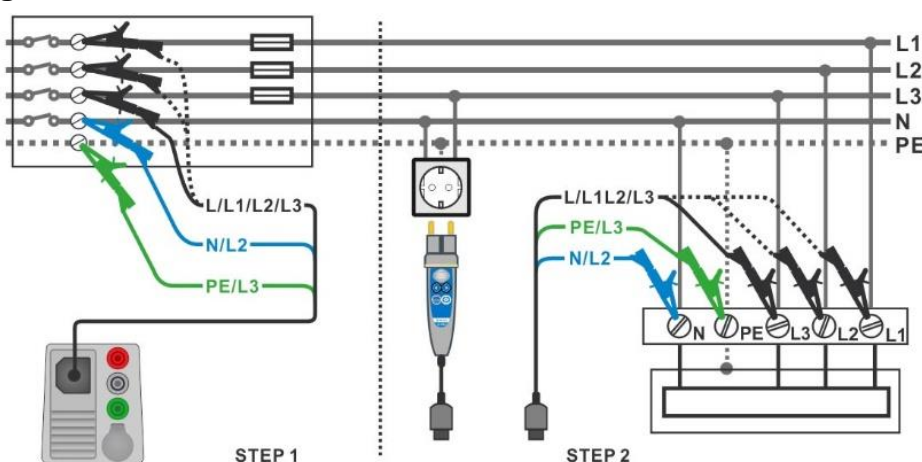

Fig. 4.64: Spänningsfallsmätning – Anslutning med Plug commander och 3-ledar testledningar
- › Anslut 3-ledar testledn. till centralen i den elektriska installationen, se **Fig. 4.64**.
- Anslut 3-ledar testledn. till testpunkterna i den elektriska installationen, se **Fig. 4.64**